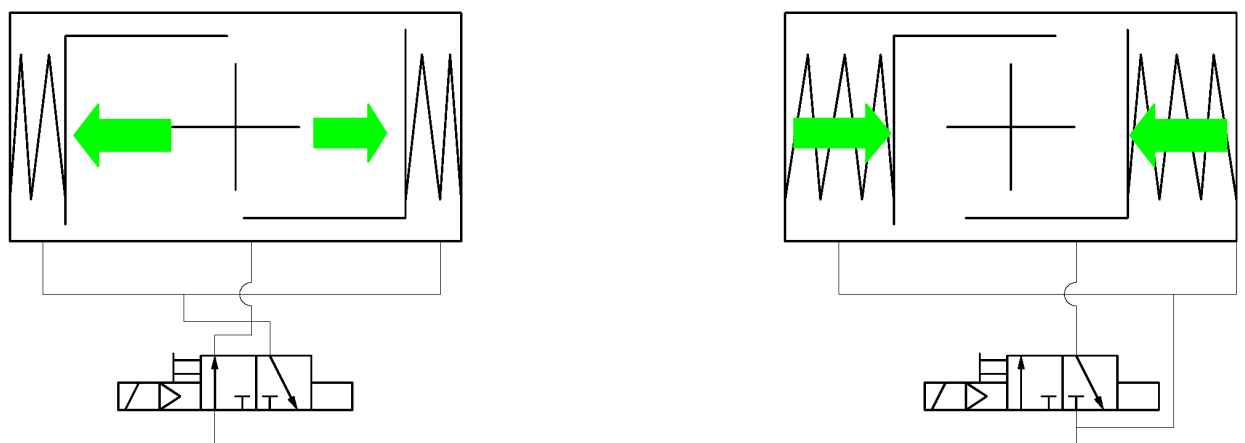

Figura 2: schemi elettrici per azionamenti a effetto semplice EB SYS
- azionamenti a effetto semplice con ritorno a molla EBx. 1 SYS sono rappresentati in figura 2.
Azionamenti con ritorno a molla possono essere alimentati solo **attraverso il collegamento sinistro**, vedi figura 2